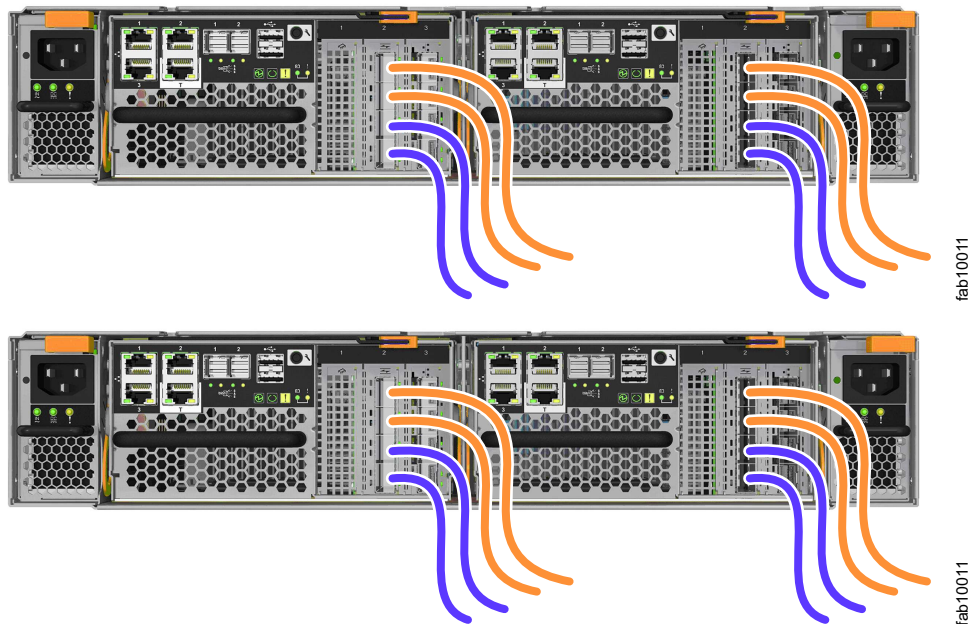

図 132. キャニスターごとに 4 本のファイバー・チャンネル・ケーブルが接続された構成例
2. 追加のファイバー・チャンネル・ケーブルを接続する場合は、必ず各キャニスターに同数のケーブルを接続してください。図 132 は、各キャニスターに 4 本のファイバー・チャンネル・ケーブルが接続されている構成例を示します。